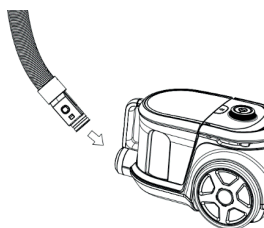

Fig. 1
- La Fig.1 muestra la conexión de la manguera y la aspiradora: